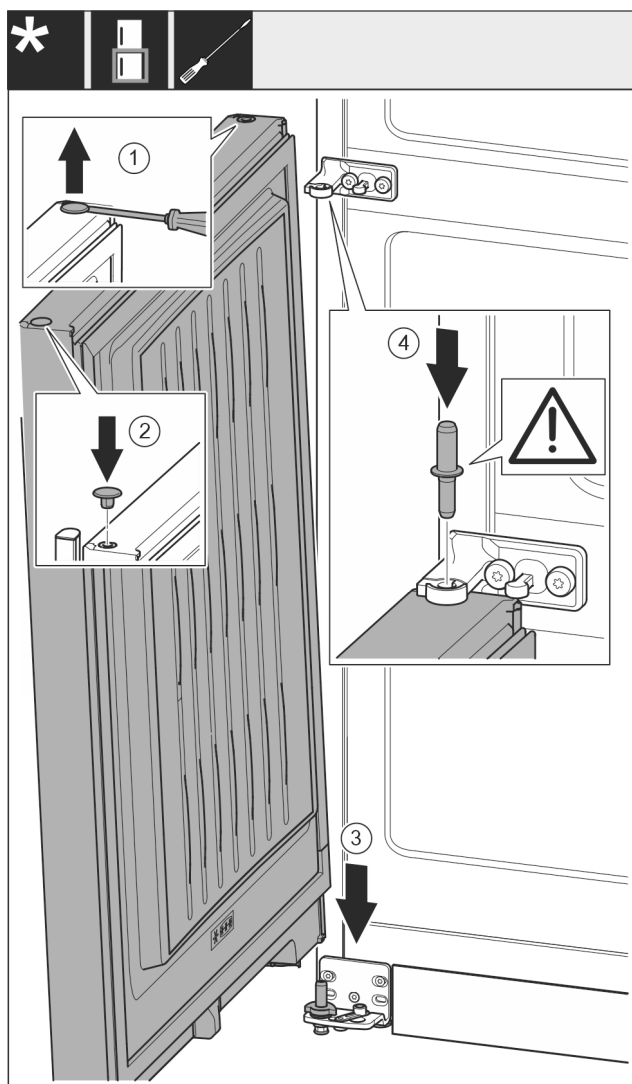

Fig. 20
- Tõstke kork Fig. 20 (1) ettevaatlikult lapikkruvikeerajaga üles ja tõmmake välja.
- Pange kork Fig. 20 (2) teisel ukseküljel taas sisse.
- Pange uks Fig. 20 (3) ülaltpoolt alumisele laagripoldile.
- Pange keskmine laagripolt Fig. 20 (4) läbi keskmise laagripuki alumise ukse sisse. Pöörake seejuures tähelepanu sellele, et fiksaatornukk osutab tahapoole.